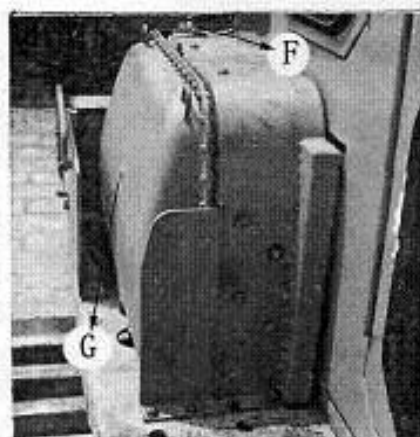

Рис. 31
- 2) В топливном баке (Рис. 31).